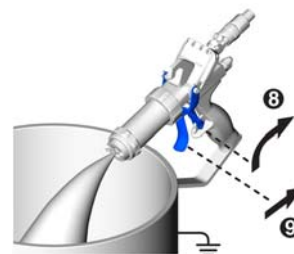

Рис. 21
- Выключите предохранитель спускового механизма пистолета. См. Рис. 21.
- Удалите воздух из шлангов подачи смолы и катализатора, выполнив указанные ниже действия. Прижмите пистолет к краю находящейся под ним заземленной емкости и нажмите на пусковой курок, чтобы выполнить распыление. Поддерживайте распыление до тех пор, пока из обоих отверстий в передней части пистолета не начнет выходить жидкость без примеси воздуха. См. Рис. 21. Возможно, для подачи жидкости понадобится слегка увеличить давление воздуха в насосе.